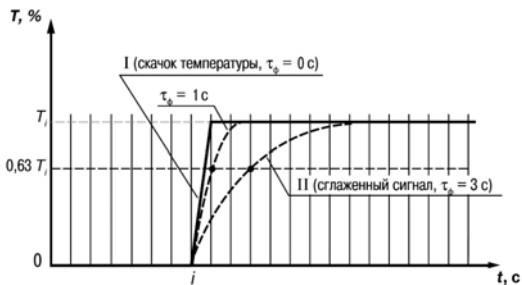

Рисунок 3.5
3.1.4.4.3 Цифровой фильтр устраняет шумовые составляющие сигнала, осуществляя его экспоненциальное сглаживание. Основной характеристикой экспоненциального фильтра является τ_{ϕ} – постоянная времени цифрового фильтра, параметр $\bar{c}nF$ – интервал, в течение которого сигнал достигает 0,63 от значения каждого измерения T_i (рисунок 3.5).